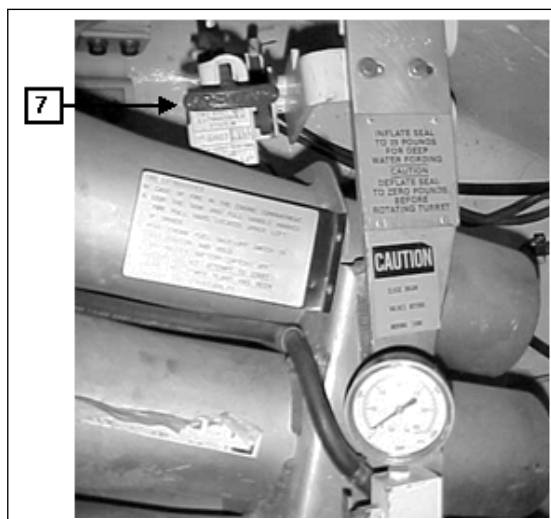

Fig 8-66. Acionador do extintor fixo
(9) Após o Cmt CC ordenar o ativamento do segundo disparo, puxar e empurrar o controle do extintor fixo (FIRE-PULL HARD) (7) (Fig 8-66). Se o primeiro ou o segundo disparo falhar e as condições permitir, ativar o sistema de combate a incêndio, usando as alavancas nas válvulas dos extintores.